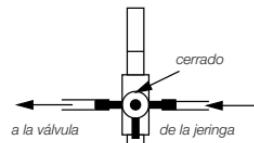

Fig. 8
- Para purgar el aire del montaje del tubo, gire la llave de tres pasos como se muestra en la Fig. 8. Pequeñas burbujas de aire pueden hacer que el resultado de la prueba sea erróneo.
- Gire la llave de tres pasos como se muestra en la Fig. 8 de forma que el manómetro quede aislado.